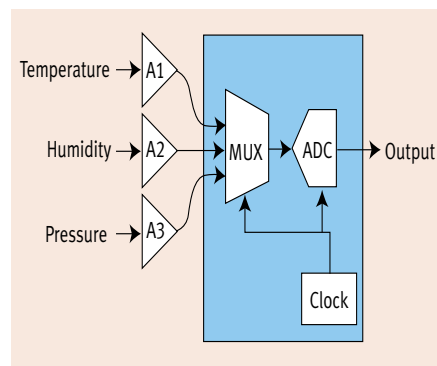

图2：带独立缓冲放大器的ADC原理示意图
这意味着当PGA切换到不同的增益值时，数字输出可能在那个点发生上下跳变。因此，在每一级都必须小心匹配增益来降低这种影响。从不同信号源中复用信号时，这个问题并不重要。不过，这取决于系统是否针对每个信号设计了固定增益(如图2所示)，或者是否像使用宽范围信号输入一样具有动态增益切换。
**多缓冲放大器方法**——如果传感器或者信号源与内置ADC的数据采集单元有一定距离，可以使用多缓冲放大器方法(见图2)。